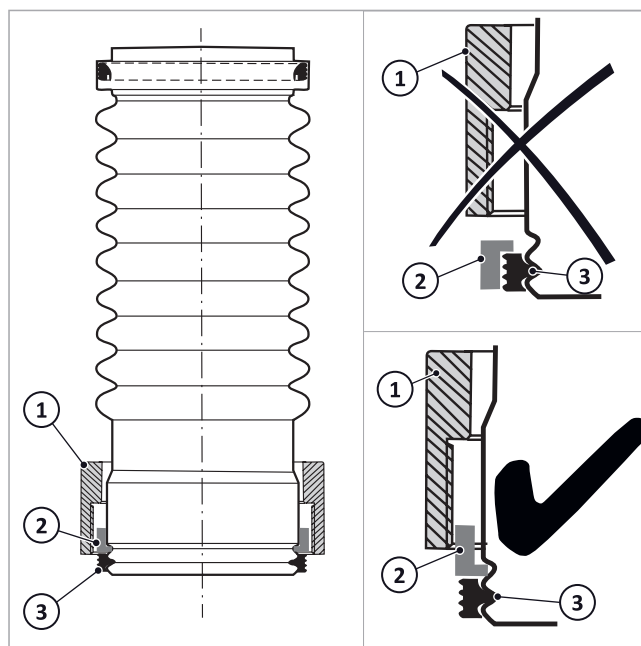

Fig. 37: raccordo a vite inserito
1. Secondo ➔ fig. 37 spingere il dado di sicurezza (1), l'anello elastico (2) e la guarnizione (3) nell'estremità inferiore del raccordo per lo scarico dei fumi.